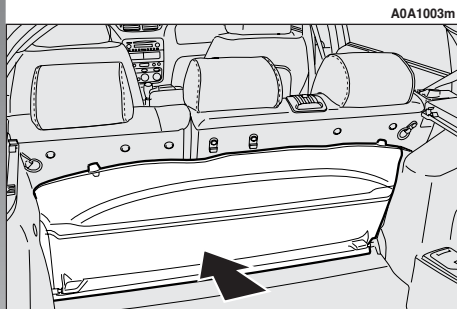

fig. 22
- trasversalmente nel vano bagagli come illustrato in fig. 22;